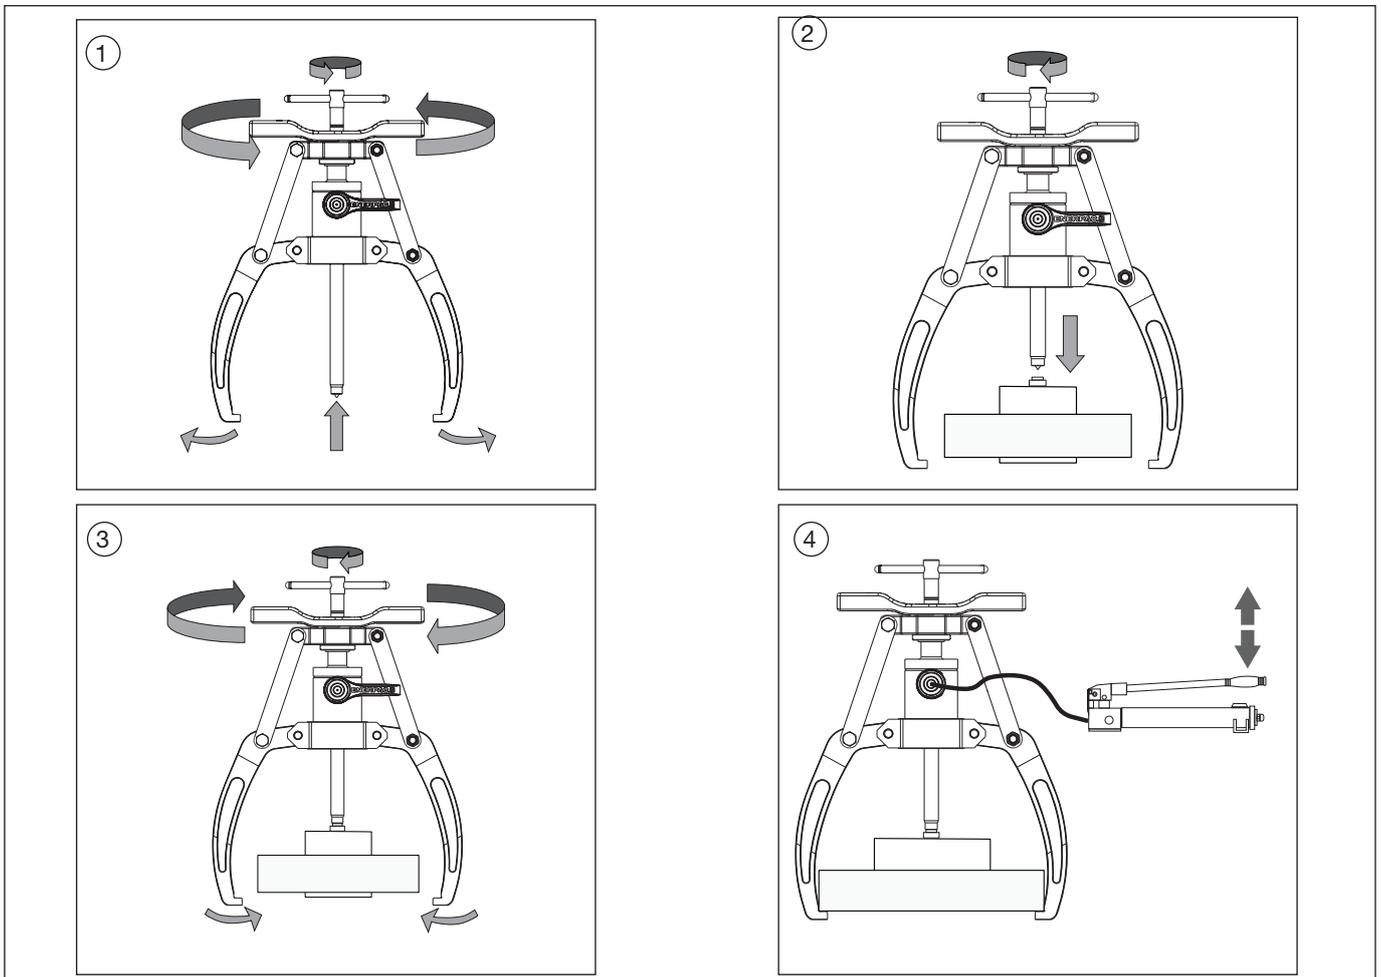

Рис. 6, Порядок установки съемника
1. Для увеличения или уменьшения вылета силового винта вращайте силовой винт в соответствующую сторону. Для увеличения или уменьшения ширины раскрытия захватов вращайте ручку. Отрегулируйте захваты и силовой винт так, чтобы съемник было удобно установить на деталь. При выполнении действий, описанных ниже, следуйте иллюстрациям 1 – 4 на Рис. 6.